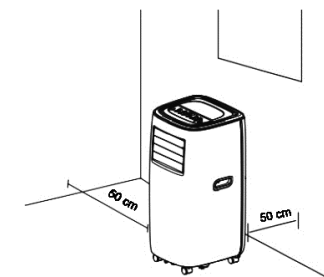

Abb. 3
3. Überzeugen Sie sich, dass die Einheit in senkrechter Position ist, und dass sich keine Hindernisse auf den Eintritts- und Austrittsgittern befinden (Abb. 3).